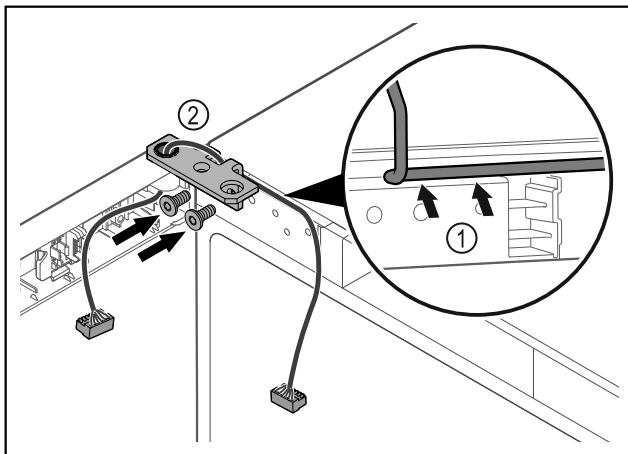

Fig. 43
- ▶ Prevlečte kábel cez vybranie uholníka závesu a opatrne ho položte Fig. 43 (1).
- ▶ Naskrutkujte uholník závesu Fig. 43 (2).